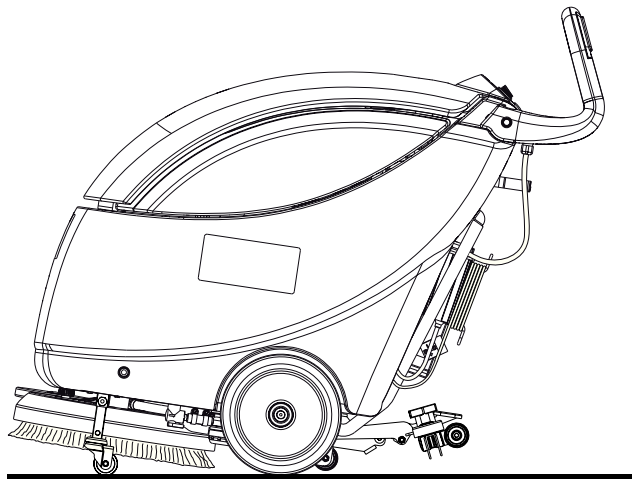

Рис. 3
10. Выпустите щетку, нажав на кнопку (51).
11. Поверните выключатель (53) в положение "0", чтобы выключить двигатель вакуумной системы.
12. Поверните выключатель (53) в положение "0", чтобы выключить двигатель щетки.
13. Включите машину, повернув основной переключатель (26) в положение "0".
14. Отсоедините шнур питания (21) от электросети и намотайте его на держатель.
15. Установите фиксирующий штифт (24) и включите парковочное устройство машины (23а), чтобы щетки/прокладкодержатели были подняты (см. рис. 3).
1. Включите машину, повернув основной переключатель (26) в положение "0".
2. Отсоедините шнур питания (21) от электросети и намотайте его на держатель.
3. Поднимите швабру (46).
4. Установите фиксирующий штифт (24) и включите парковочное устройство машины (23а), чтобы щетки/прокладкодержатели были подняты (см. рис. 3).
6. Чтобы по окончании работы не тянуть щетку/прокладку по полу и не оставлять мокрые следы, снимите щетку/прокладку с платформы с помощью выпускного устройства (описание этого действия см. в следующем разделе), затем установите ее на опору (33).